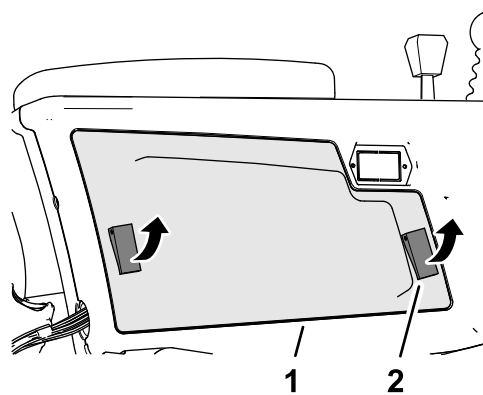

Figura 129
2. Deschidei cele 2 elemente de fixare care fixează capacul braului de control pe braul de control i îndepărtați capacul (Figura 129).